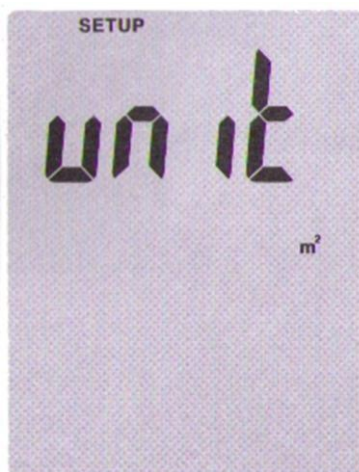
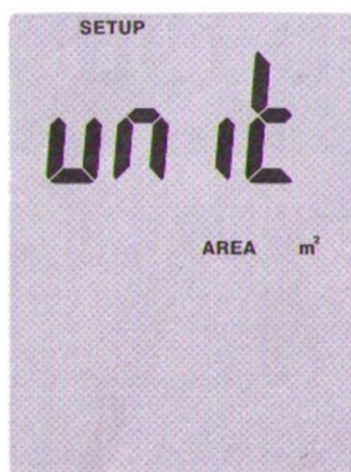

Fig 1
Fig 2
Dans le menu de réglages, appuyez sur la touche ou jusqu'à ce que "unit" apparaisse sur l'écran (Fig 1). Choisissez avec la touche , sur l'écran apparaîtra "AREA". Sélectionnez à nouveau l'unité souhaitée (in²; m²; ft²) avec les touches et (Fig 2), et confirmez avec la touche .
4. Puis réglez le zéro absolu. Pour cela, l'anneau protecteur métallique doit être dans la position supérieure (vitesse de l'air égal à zéro). Appuyez sur la touche  et maintenez-la (Fig 1).